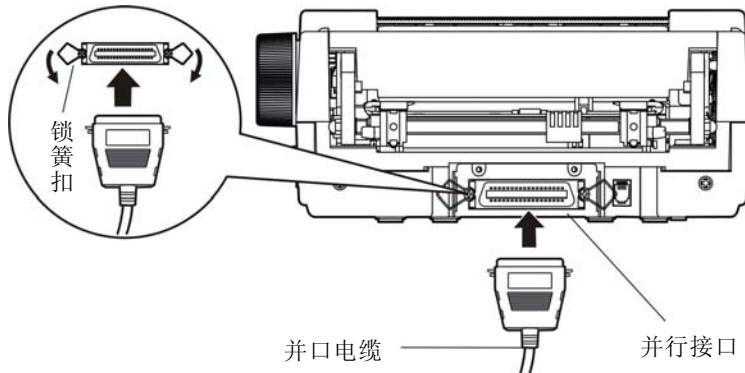

图 1-10 连接并口电缆
1. 关闭计算机和打印机的电源。将并口电缆插头连接到打印机的并行接口。扣上连接器两侧的锁簧扣，固定并口电缆（如图 1-10 所示）。